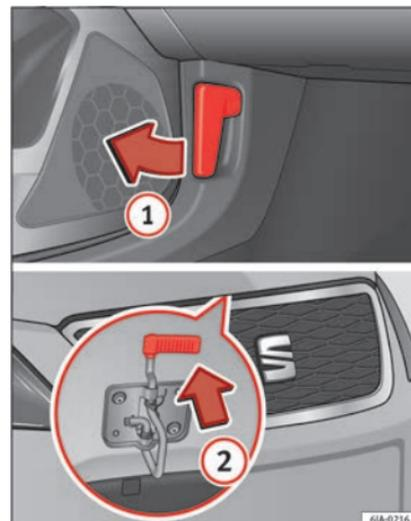

Fig. 204 Desbloqueio do capô do motor.
- Puxe o manípulo **1** »» **Fig. 204** que se encontra debaixo do painel de instrumentos, no sentido indicado pela seta.
- Puxe a alavanca de segurança na direção da seta **2** »» **Fig. 204**, o capô desbloqueia-se.